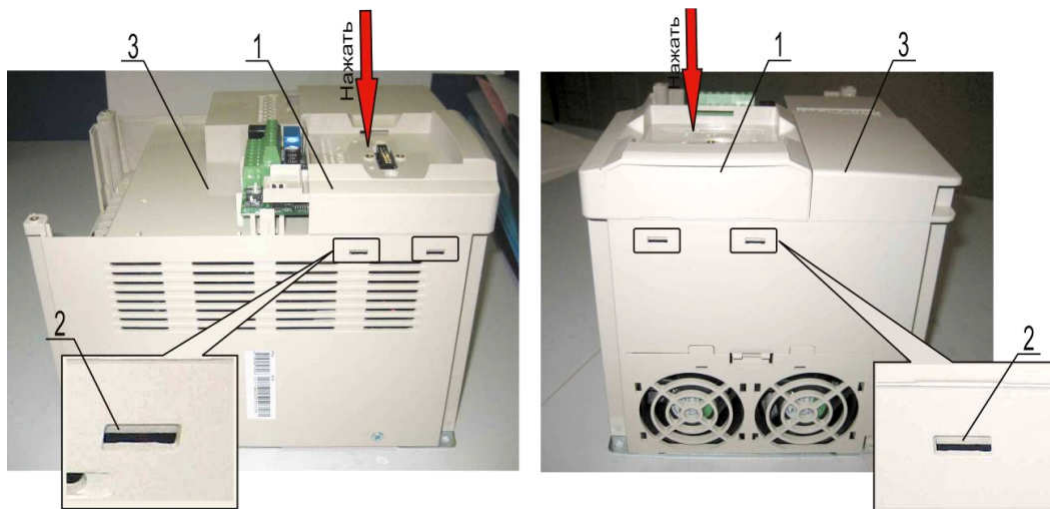

Рисунок 7.18
7.7.1 Установить держатель пульта управления, нажав на него вниз до щелчка фиксаторов (по два фиксатора на верхней и на правой стенках корпуса) (рисунок 7.18).